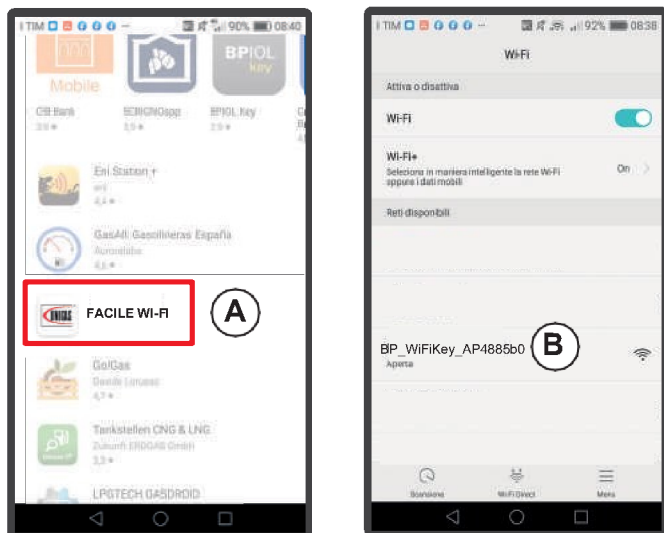

Fig. 1
1.2 - A l'aide d'un appareil Android (téléphone portable ou tablette), connectez-vous au réseau WI-FI (B) généré par le module WI-FI du brûleur (Fig. 1). Le nom du réseau généré par le module est indiqué sur l'étiquette de données (Fig. 2) du module WI-FI.